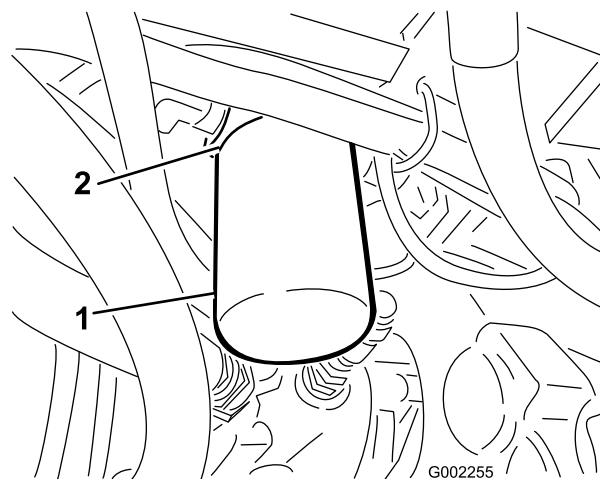

Figura 57
2. Limpe a zona de montagem do filtro (Figura 57).
4. Retire o filtro (Figura 57).
5. Lubrifique a junta do filtro novo (Figura 57).